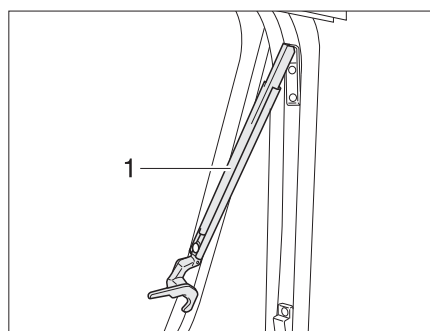

Fig. 12 Finestra apribile con deflettori automatici, aperta
- Aprire la finestra apribile fino al punto di arresto desiderato. Il deflettore automatico (Fig. 12,1) si innesta automaticamente in posizione.